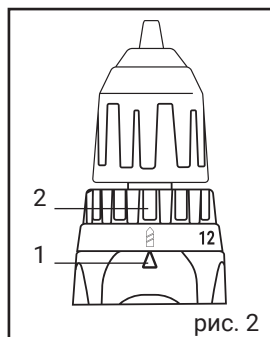

рис. 2
- вы можете выставить значение на муфте регулировки (рис. 2, поз. 2) от 1 до 18 в зависимости от необходимого усилия затяжки, режим сверления также выставляется с помощью поворота муфты (рис. 2, поз. 2) до совмещения необходимого значения с указательной стрелкой.